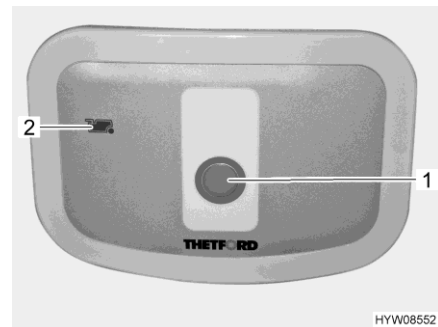

Fig. 200 Botón del inodoro/luz de control (inodoro Thetford)
- Para lavar, pulsar el botón del inodoro azul (Fig. 200,1).
La luz de control (Fig. 200,2) se enciende cuando es necesario vaciar el depósito de aguas fecales.